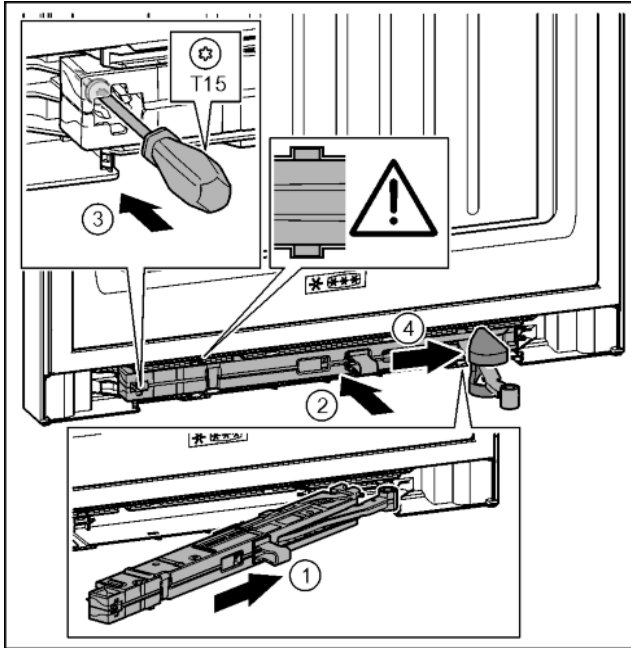

Fig. 42
- ▶ A csapágybak oldaláról ferdén, ütközésig tolja be a záráscsillapító egységet a mélyedésbe. Fig. 42 (1)
- ▶ Teljesen tolja a mélyedésbe a záráscsillapító egységet. Fig. 42 (2)
- ▶ Húzza meg a csavart egy T15 csavarhúzóval. Fig. 42 (3)
- ▶ Tolja a csukló fölé a fedelet. Fig. 42 (4)